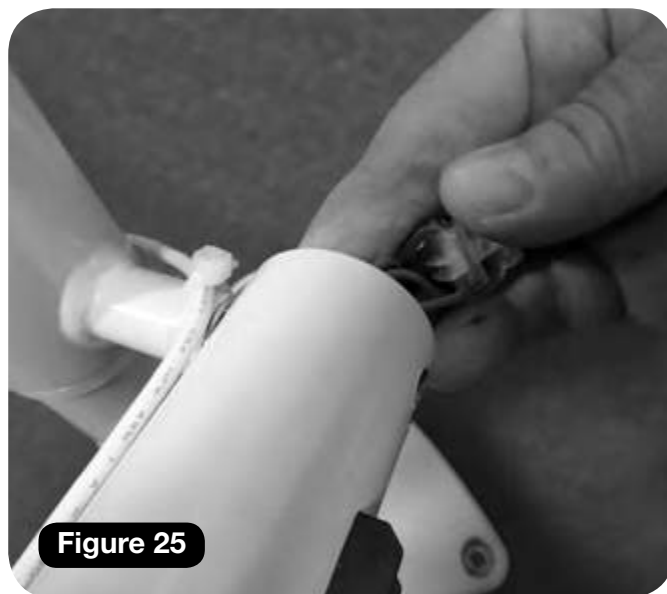

Figure 25
- k Acheminez tous les câbles jusqu'à l'extrémité de la section de rail (**Figure 25**).